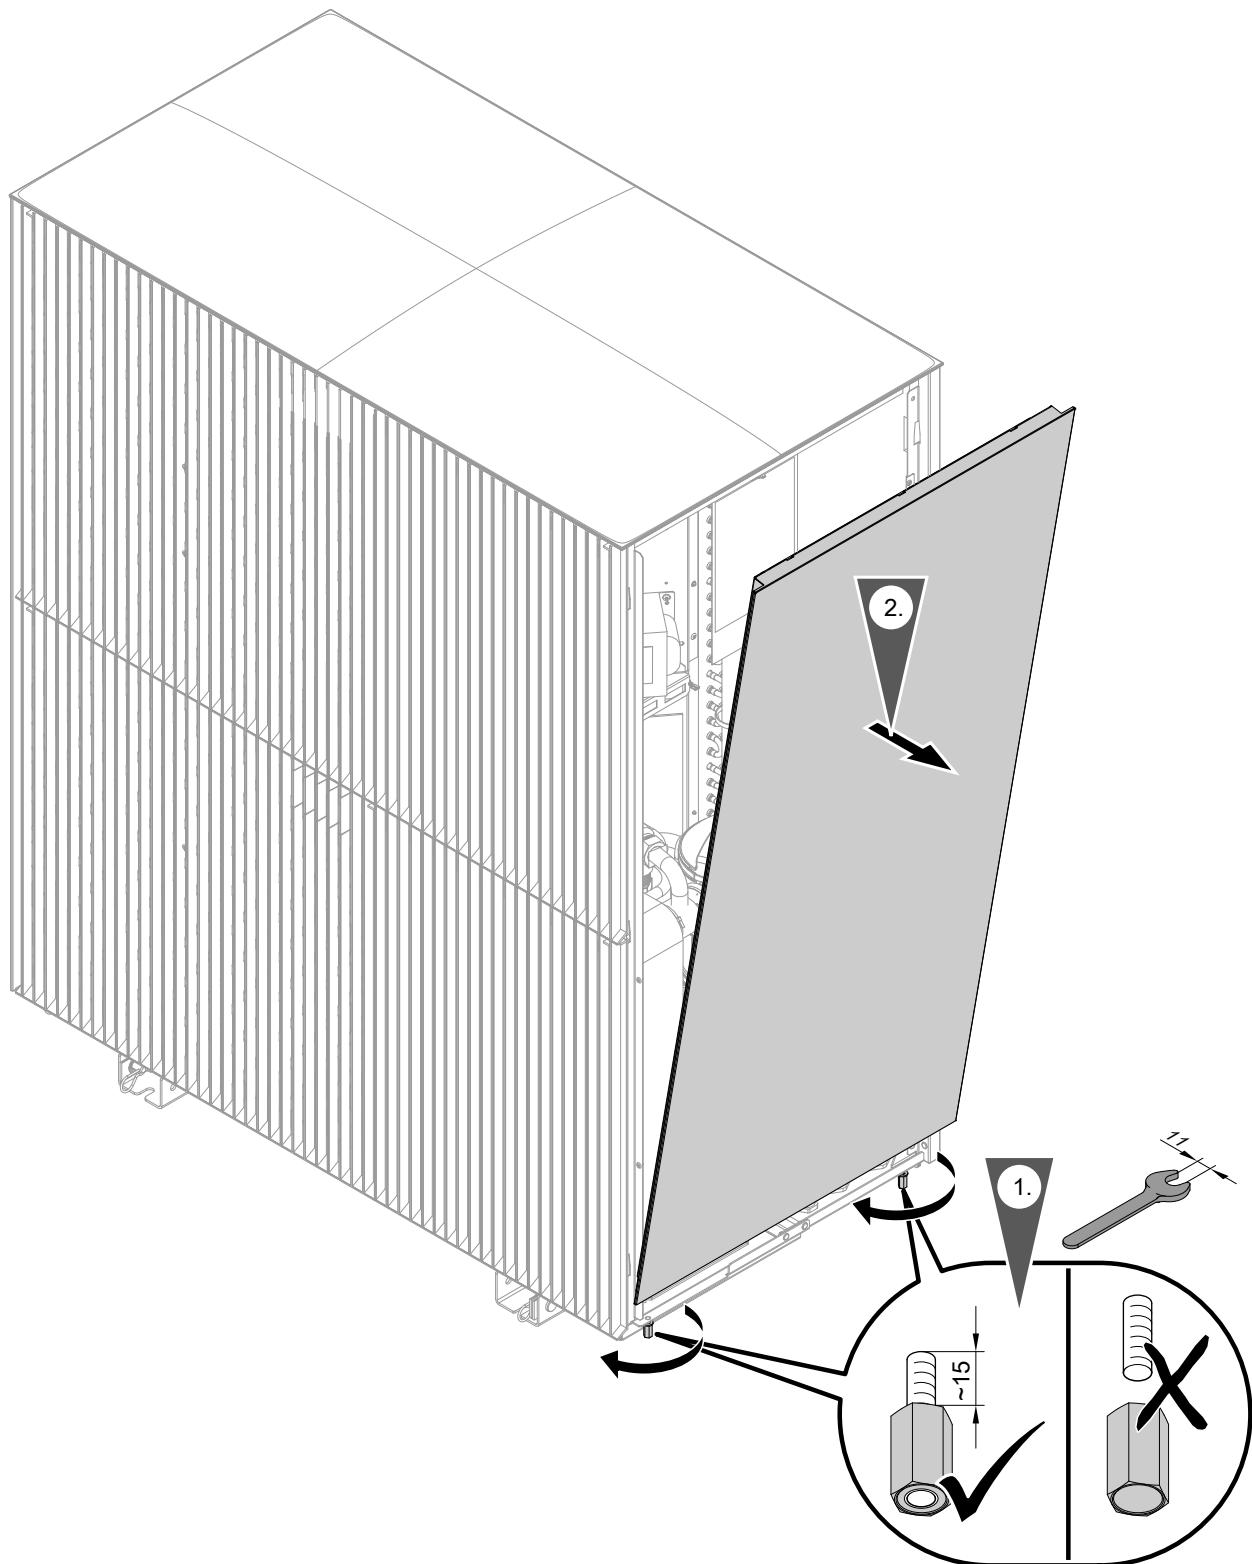

Abb. 104
6. Seitenverkleidung rechts abbauen: Siehe Abb. 104.
1. Seitenverkleidung rechts abbauen: Siehe Abb. 104.